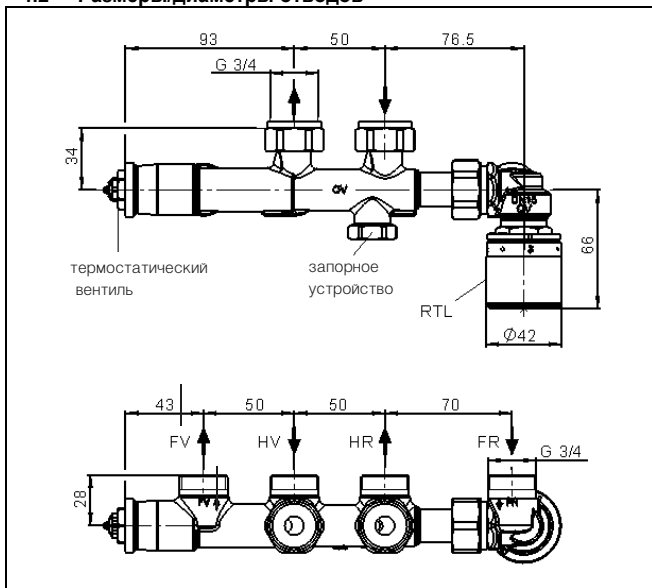
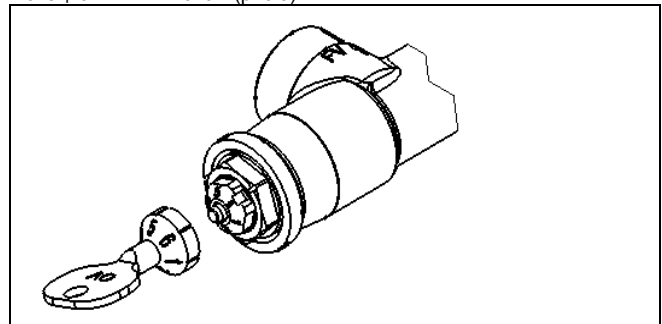

Рис. 3 Размеры
Рис. 8 Настройка термостатического вентиля
Отопительный прибор крепить в соответствии со строительными размерами (Рис. 3). Принять во внимание последующие отделочные работы (напр., укладка плитки). Трубопроводы контура отопительных приборов обрезать соответствующим образом.
Перед вводом в эксплуатацию систему надо заполнить и спустить воздух. Для этого сначала переставить настройку термостатического вентиля на самое большое значение (значение настройки 6, рис. 8).
Термостатический вентиль (рис. 3) настроить в соответствии с рассчитанным значением гаечным ключом SW 13 или специальным ключом (рис.8).
Ограничитель обратного потока (рис. 3) настроен на определенное значение (заводская настройка:  $3 \approx \text{ок. } 30 \text{ } ^\circ\text{C}$ ).
2. Снять защитную крышку с запорного устройства (рис. 3).